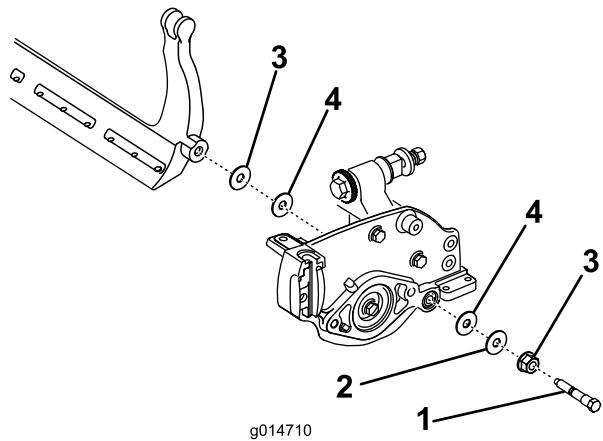

Figura 21
- Remova cada uma das cavilhas da barra de apoio, de modo a permitir puxá-la e retirá-la da máquina (Figura 20). Guarde as duas anilhas de nylon e a anilha de aço prensado de cada uma das extremidades da barra de apoio (Figura 21).
- Fixe a barra de apoio a cada um dos lados da placa lateral com as cavilhas (porcas flangeadas nas cavilhas) e com as 6 arruelas. Deve colocar uma anilha de nylon em cada um dos lados da placa lateral. Coloque uma arruela de aço no exterior de cada uma das arruelas de nylon (Figura 21). Aperte os parafusos da barra de suporte a 27-36 Nm. Aperte as porcas de fixação até que a arruela exterior pare de rodar e a folga seja removida, mas não aperte demasiado ou danifica as placas laterais. As arruelas podem ter uma folga interna.